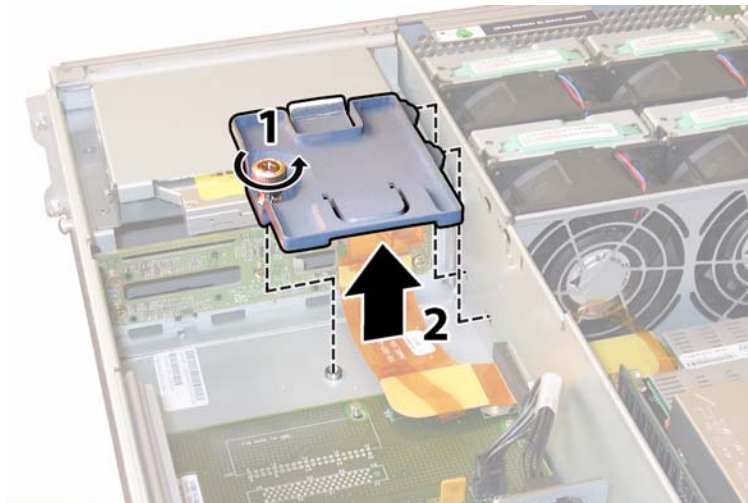

ABBILDUNG 4-60 Entfernen des Flex-Kabelhalters
7. Lösen Sie die federgespannte Befestigungsschraube des Flex-Kabelhalters, und entfernen Sie den Kabelhalter aus dem Gehäuse. Siehe ABBILDUNG 4-60.